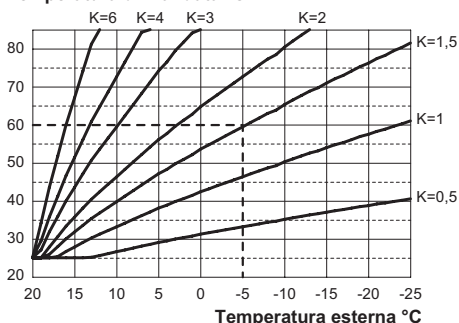

Figura 5.42
Se alla caldaia **È COLLEGATO** il comando remoto (opzionale) riferirsi alla Figura 5.42. In questo caso il settaggio del coefficiente K deve essere fatto da remoto.
dimento dell'impianto di riscaldamento per ottimizzare la temperatura di mandata (Figura 5.42).
Es. Per avere una temperatura di mandata all'impianto di riscaldamento di 60°C con una esterna di -5°C si deve settare un K di 1,5 (linea tratteggiata in Figura 5.42).
- Utilizzando i tasti 16 o 17 è possibile modificare il valore del parametro 15 da un minimo di **01** ad un massimo di **60** in base alla curva scelta del coefficiente K in Figura 5.42 (il valore letto sul display corrisponde a valori decimali di coefficienti K).